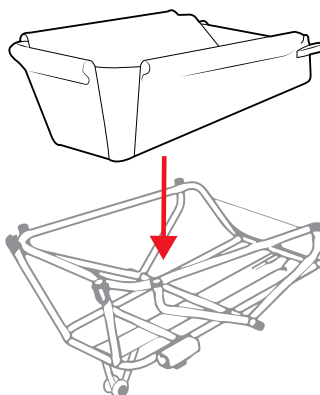

Figure 4
1. Tournez l'ensemble de cadre vers le haut et insérez le panier de tissu en position comme indiqué (Figure 4).